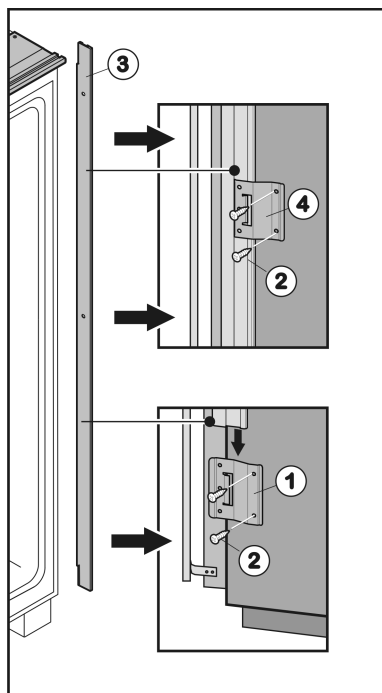
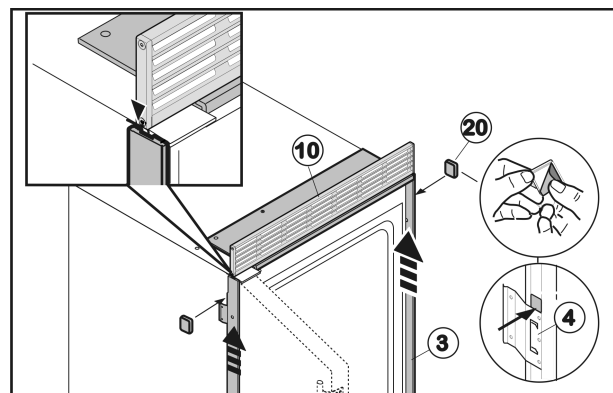
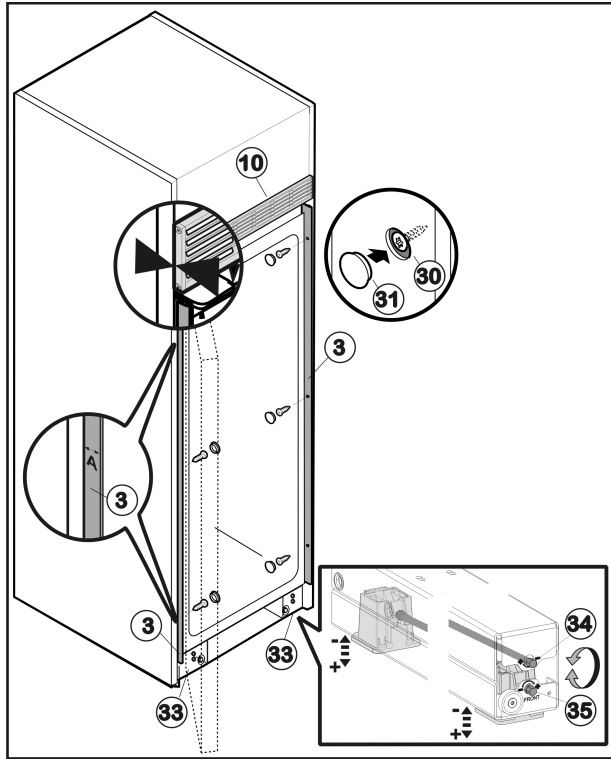

Fig. 30
Fig. 33
Fig. 34
- Monter en-dessous du côté de la poignée la tôle de fixation Fig. 30 (1) avec deux vis Fig. 30 (2) dans les trous pré-perçés.
- Insérer la baguette d'encastrement Fig. 30 (3) par le haut dans la tôle de fixation Fig. 30 (1).
- Pousser la deuxième tôle de fixation Fig. 30 (4) en partant du haut sur la baguette d'encastrement Fig. 30 (3) et visser au centre sur la paroi latérale.
- Pousser la troisième tôle de fixation Fig. 30 (4) en partant du haut sur la baguette d'encastrement Fig. 30 (3) et visser en haut sur la paroi latérale.
- Enlever le ruban adhésif de la baguette d'encastrement Fig. 33 (3) latérale.
- Pousser la baguette d'encastrement Fig. 33 (3) vers le haut jusqu'à ce qu'elle touche la grille de ventilation Fig. 33 (10).
- Coller les pastilles adhésives Fig. 33 (20) au-dessus de la tôle de fixation Fig. 30 (1) et des tôles de fixation Fig. 33 (4) sur la baguette d'encastrement Fig. 33 (3) pour qu'elle ne puisse pas glisser vers le bas.
- Introduire l'appareil dans la niche jusqu'à ce que le bord arrière de la grille de ventilation Fig. 34 (10) affleure le bord avant de la paroi latérale du placard.
- Mettre à niveau l'appareil dans la niche à l'aide d'un niveau à bulle avec le socle à roulettes Fig. 34 (33) : Utiliser la possibilité de réglage supérieure (1/4") Fig. 34 (34) pour le pied réglable arrière et la possibilité de réglage inférieure (1/4") Fig. 34 (35) pour le pied réglable avant. Remonter en tournant dans le sens des aiguilles d'une montre, descendre en tournant dans le sens inverse. Hauteur maximale réglable : 5/8 in (16 mm).
- Vérifier l'écartement en haut et en bas de la niche A entre le bord avant de la baguette d'encastrement Fig. 34 (3) et le bord avant de la paroi latérale du placard. Il doit être de 1/2 " (13 mm). Si nécessaire, réaligner l'appareil dans la niche.
- Fixer l'appareil dans la niche avec trois vis Fig. 34 (30) au niveau de la poignée et de la charnière. Faire attention de ne pas érafler la barre de montage Fig. 33 (3).
- Mettre les caches Fig. 34 (31) sur les vis.